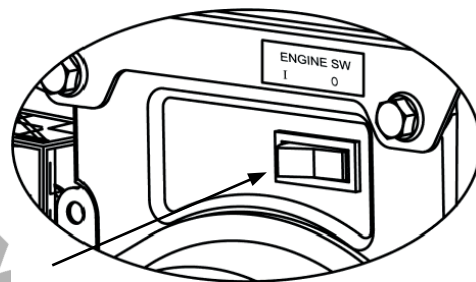

Fig. 4
**Interruttore motore (Fig. 4)**
3. Portare l'interruttore del motore in posizione "I / ON". (Vedere pagina 29, fig. 4)
Per arrestare il motore in caso di emergenza, portare l'interruttore del motore in posizione "O". (Vedere pagina 29, fig. 4)
2. Portare l'interruttore del motore in posizione "O/STOP". (Vedere pagina 29, fig. 4)